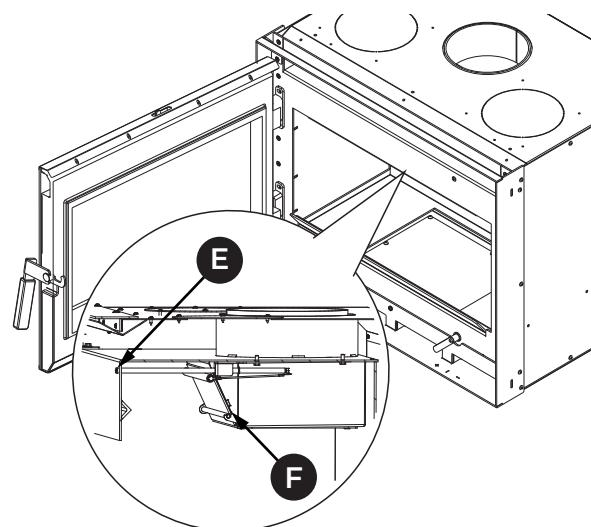

Fig. 8.3
Il camino viene fornito con la valvola di bypass (F) già regolata in battuta sulla scatola (Fig. 8.3). Qualora la regolazione non sia adeguata, ritrarre la valvola in modo da ottenere una buona combustione.
3	Allentare la vite (E) al fine di posizionare in battuta valvola bypass (F) sulla scatola(Fig. 8.3)